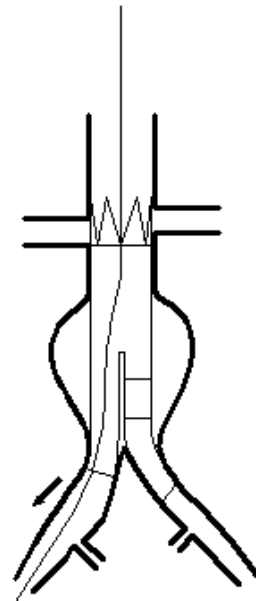

Fig. 11 Despliegue del brazo largo de la prótesis artificial AAA
5.17 Desplegar la rama larga de la prótesis artificial AAA y retirar el sistema de liberación completamente pero no retirar el alambre (**Fig. 11**)